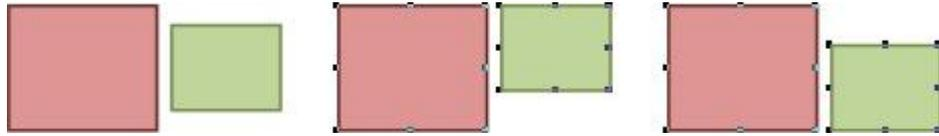

Рисунок 274 – Применение команд «Выровнять по верхней границе» и «Выровнять по нижней границе»
**Команда «Выровнять по верхней границе»** выравнивает элементы по верхней границе первого выбранного элемента, **команда «Выровнять по нижней границе»** выравнивает элементы по нижней границе первого выбранного элемента (рисунок 274).